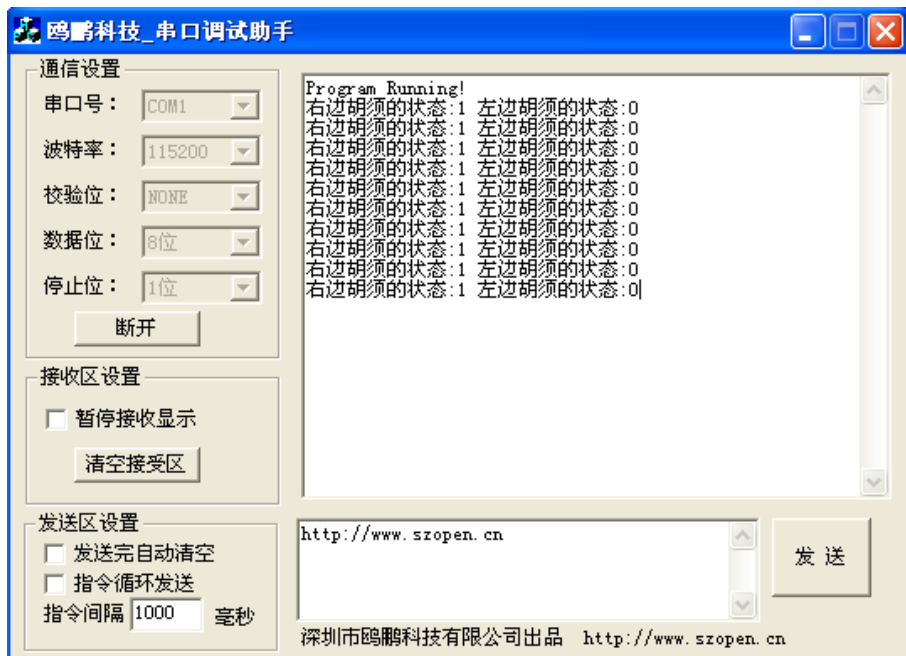

图 4.10 左胡须碰到
- 把左胡须按到 3-pin 转接头上，注意显示为：“右边胡须的状态:1 左边胡须的状态:0”，如图 4.10 所示。